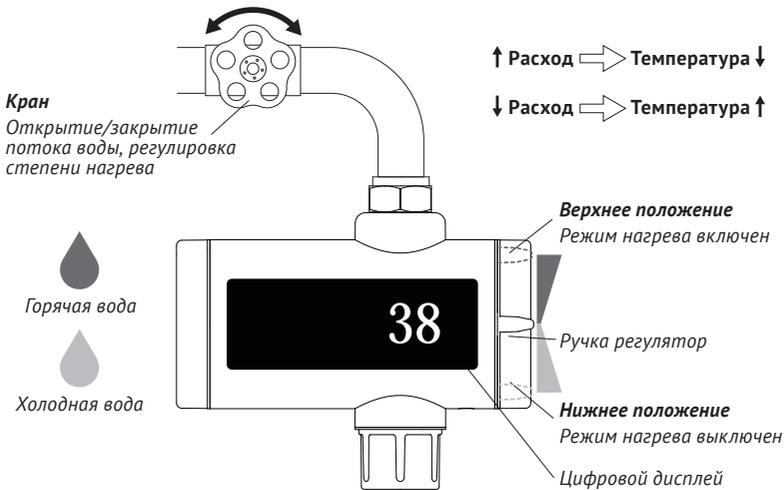

Рис. 9
4. Перед подключением крана к электрической сети и началом эксплуатации, откройте кран или поднимите рычаг смесителя и заполните нагревательную камеру водой (см. рис. 9). Не перекрывайте воду до тех пор, пока она не будет выходить из крана равномерной струей, без пузырьков воздуха.
Принцип управления работой модели BEF-019A показан на рис. 9. Ручка-регулятор предназначена для включения/выключения режима нагрева воды. Открытие/закрытие потока воды выполняются с помощью вентиля (крана) смесителя. Чем больше установлен расход, тем ниже температура воды на выходе из крана.